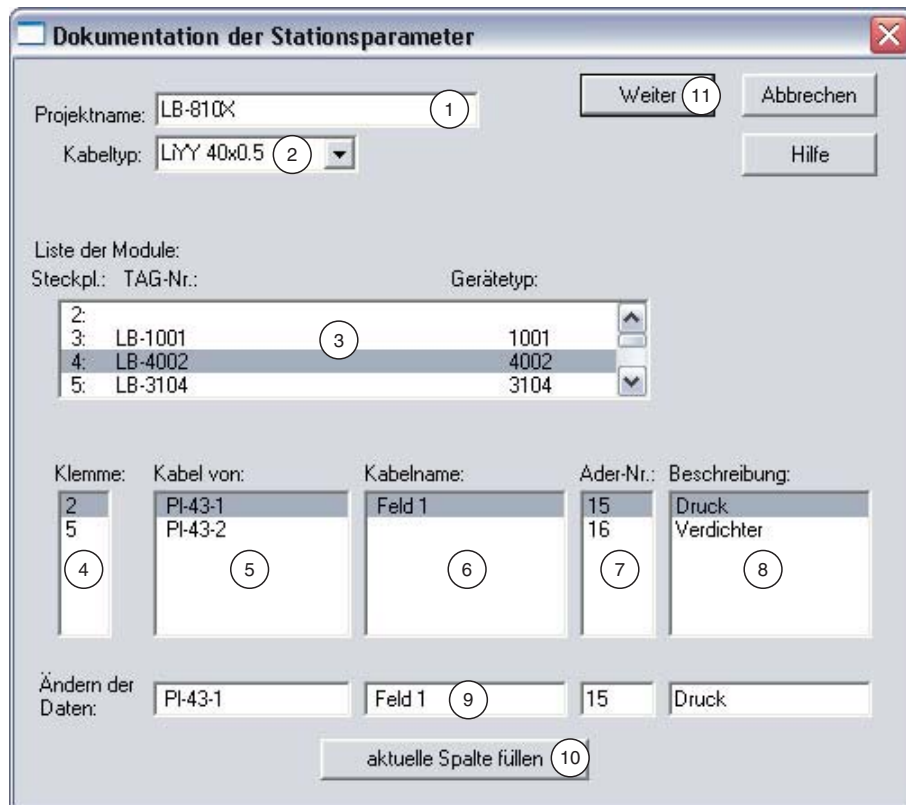

Bild 7.17: Fenster **Dokumentation der Stationsparameter**
Es öffnet sich das Fenster **Dokumentation der Stationsparameter** (siehe Bild 7.17 auf Seite 119).
3. Machen Sie bei Bedarf Angaben in den Dropdown-Listen und Feldern. Eine Beschreibung finden Sie unter der folgenden Abbildung (siehe Bild 7.17 auf Seite 119).